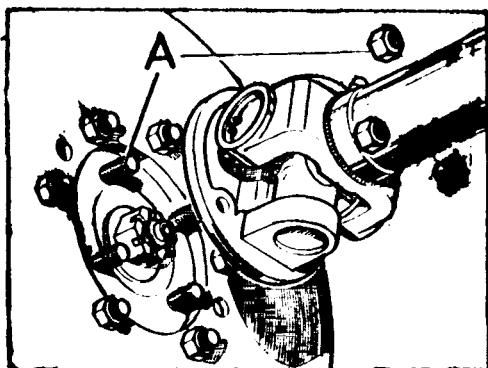

Fig. C-14 Arbol de transmisión para - el eje trasero
1.3. Extraer las tuercas, A (Fig. C-14), del árbol de transmisión trasero y desplazarlo para dejar libre la caja de velocidades.
- 1.2. Desconectar el árbol de transmisión trasero (Fig. C-14), y desplazarlo para dejar libre el freno a la transmisión.
- 1.2. Desconectar el cable del velocímetro, C (Fig. C-14) soltando los tornillos, A.